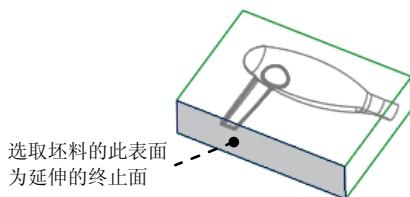

图 8.17 选取延伸的终止面
- (4) 将坯料取消遮蔽。
- (5) 选取延伸的终止面。
- ① 在操控板中按下按钮 (延伸类型为“至平面”)。
- ② 在系统 选择曲面的边界边链以进行延伸. 的提示下, 选取图 8.17 所示的坯料的表面为延伸的终止面。